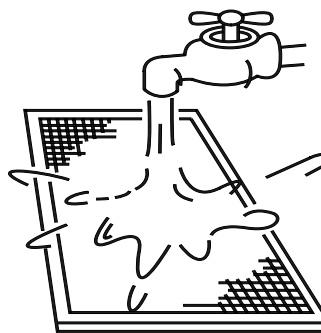
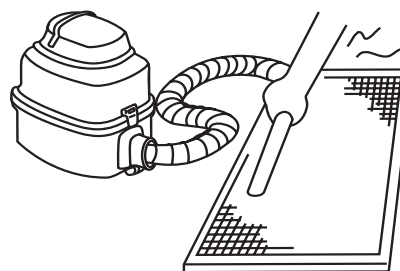

Fig.3
Fig.4
- 4 Se la pulizia viene effettuata con un aspirapolvere, il lato esterno del filtro deve essere rivolto verso l'alto (vedi Fig.4). Se la pulizia viene effettuata con acqua, occorre rivolgere il lato esterno del filtro nel verso opposto a quello di provenienza dell'acqua (vedi Fig.3).